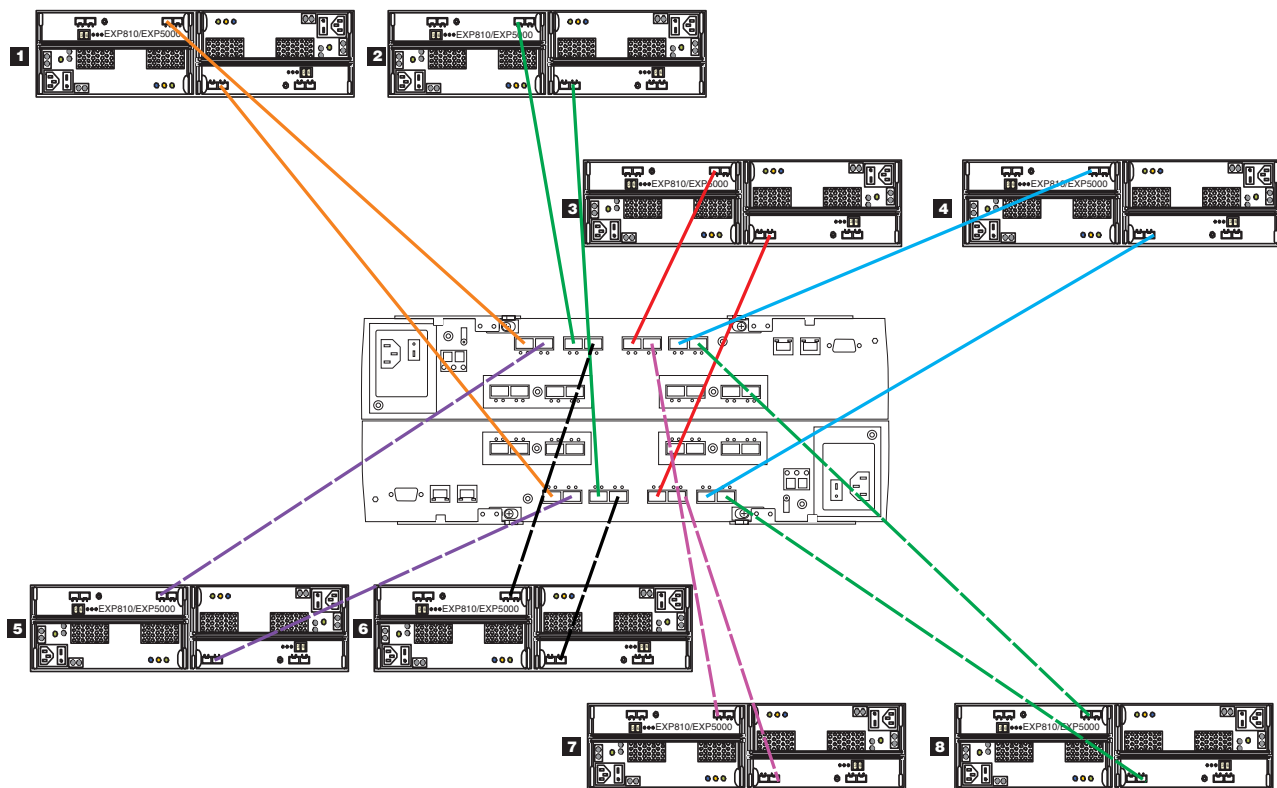

图 11. 连接存储机柜时使用全部的驱动器通道端口
- 将存储机柜连接到驱动器迷你集线器时，请勿使用 DS4400 或 DS4500 存储子系统中每个驱动器迷你集线器的所有端口。请将光纤通道电缆仅连接至驱动器迷你集线器的一个端口中，并将其他端口留空。但是，将存储机柜连接到驱动器通道端口（如 DS4200、DS4700、DS4800、DS5020、DS5100 和 DS5300 存储子系统）时，请使用每个驱动器通道上的所有端口。第 44 页的图 11 显示了如何将八个存储机柜连接到 DS5000 存储子系统。连接八个机柜，用完 DS5000 存储子系统中的所有驱动器通道端口，而不是将这些存储机柜堆叠连接到部分驱动器通道端口上。